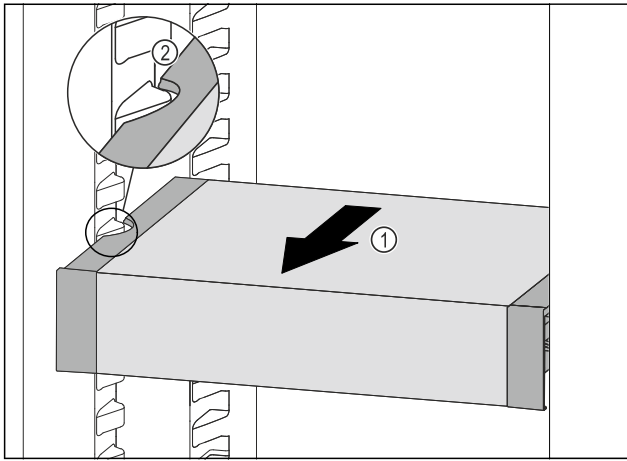

Fig. 137
- ▶ Вытягивайте VarioSafe вперед Fig. 137 (1), пока боковые выемки VarioSafe не окажутся на высоте выступа резервуара в холодильном отделении. Fig. 137 (2)